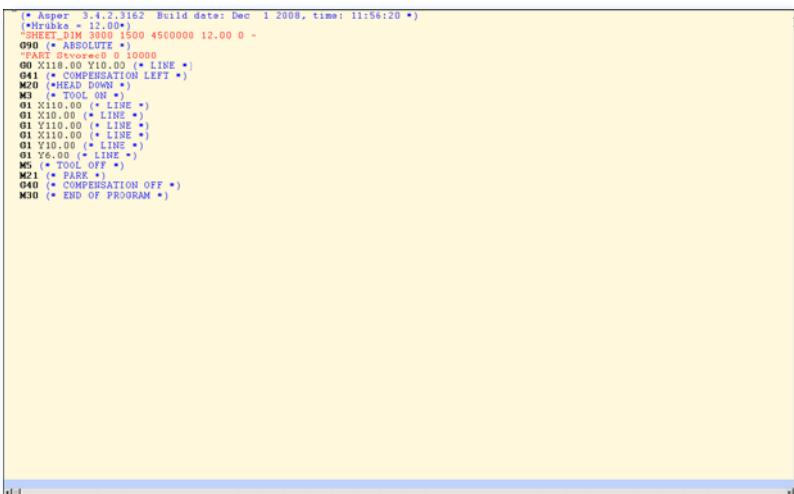

Abb. 29. Desktop Layout mit Programmcode
- [S1] Desktop Einstellung: Schneidplan (Abb.29), Statusleiste wie unter [F6]